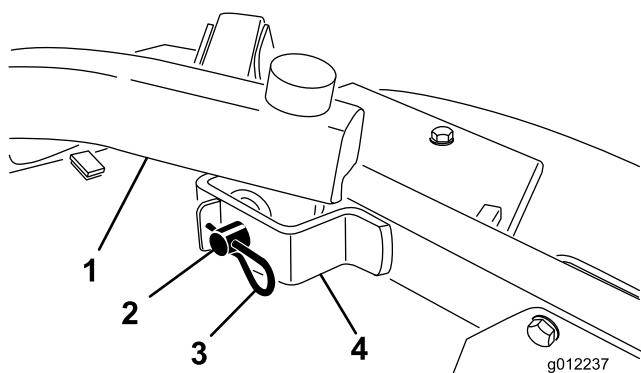

Figura 21
- Retire los pasadores y las chavetas que fijan los brazos de elevación a los soportes de los brazos de las ruedas giratorias (Figura 21).